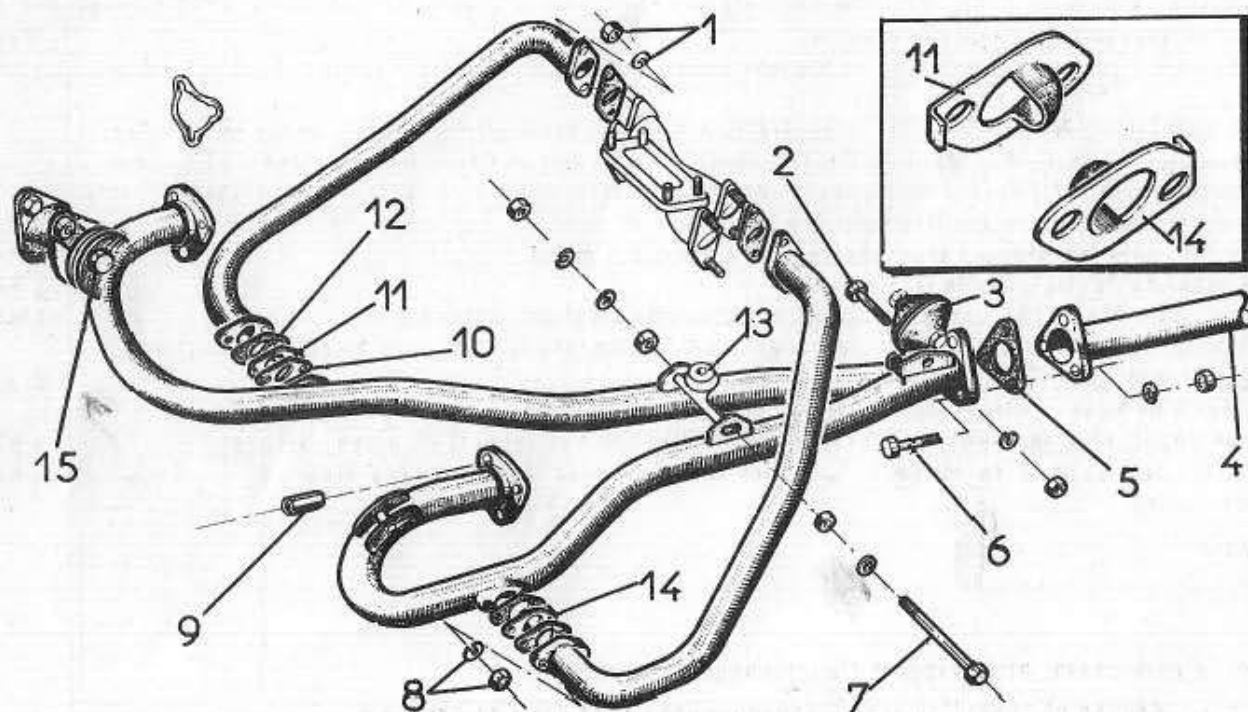

Fig. 35
- 4) Vérifier l'état des joints (3 - 5) et (2). Positionner le joint (2) sur les goujons et la tubulure centrale d'admission. Positionner le joint (5), le déflecteur (4), puis l'autre joint (3).
N.B.- La position des déflecteurs de réchauffage est définie Fig. 35. Le déflecteur (11), hauteur d'écope 29 mm, se monte côté droit, la patte repère se trouvant vers l'avant de la voiture. Le déflecteur (14) dans l'autre sens.
124 - DEPOSE et POSE de la TUBULURE d'ECHAPPEMENT (Fig.35)
10) Déposer la vis (2), rondelle et écrou fixant la tubulure d'échappement sur le bloc élastique arrière (3). Déposer la vis (7), les deux rondelles plates, les deux rondelles entretoises, la rondelle Grower et l'écrou fixant la tubulure d'échappement sur le support de groupe (13).	à pipe de 17
12) Engager la tubulure neuve, après s'être assuré du bon positionnement des deux ressorts d'appui (côté bombé vers les brides d'échappement), placer les brides sur les goujons des cylindres, poser les écrous (9) sans les bloquer. Pour faciliter le travail, maintenir les tubulures sous la voiture avec une cale ou un cric.	rallonge de 10
13) Passer sous la voiture, puis poser le joint (5), les trois vis (6) fixant le tube central de la tubulure d'échappement, les rondelles et écrous, ne pas bloquer. Poser la vis (2), rondelle et écrous fixant la tubulure d'échappement sur le bloc élastique arrière (3), ne pas bloquer. Poser la vis (7), les deux rondelles plates, les deux rondelles entretoises, la rondelle Grower et l'écrou fixant la tubulure d'échappement sur le support de groupe (13), ne pas bloquer. Serrer progressivement les écrous (9) sur chaque cylindre et bloquer dans l'ordre, les écrous (9), (6)-(2) à $5 \pm 0,5$ m/kg, et (7) à $4,5 \pm 0,5$ m/kg.	à pipe et plate de 14 à pipe de 17 à pipe de 17 dyn. avec embout de 17
14) Vérifier l'état des joints (10) des brides de tubulures de réchauffage, les poser, reposer les déflecteurs de réchauffage (11 et 14), en respectant la position indiquée Fig.35. Il est indispensable de monter le déflecteur d'entrée (11), (hauteur d'écope 29 mm), sur le côté droit, la patte-repère se trouvant vers l'avant de la voiture. Placer les deux autres joints (12), puis engager les brides de tubulures de réchauffage sur les goujons. Poser les rondelles et écrous (8), puis les bloquer progressivement à $1,5 \pm 0,5$ m/kg. Bloquer les écrous (1) sur la tubulure centrale d'admission.	dyn. avec embout de 14 à pipe de 14 plate et à pipe de 17
16) A l'aide d'un cric, soulever le moteur pour faciliter la pose des deux vis (15) et rondelles Grower fixant les tubulures d'échappement sur les blocs élastiques avant. Bloquer à 5 ± 1 m/kg.	dyn. avec fourche de 19
- Dépose - (Fig. 35 bis) Après avoir coupé le circuit électrique:
Fig. 35 bis
<p>3) Déposer le tube de réchauffage (écrous 4), les joints et le déflecteur.</p> <p>4) Déposer le bloc élastique avant (boulons 2 et 3).</p> <p>5) Déposer vis et écrous fixant la tubulure en (1 - 5 et 6).</p> <p>6) Déposer la tubulure. Pour ceci : Saisir la tubulure à l'avant et derrière la prise de réchauffage, basculer l'arrière vers le passage de roue, puis repousser vers l'avant jusqu'à dégager complètement la tubulure de la tôlerie. Coucher la tubulure vers l'extérieur de la voiture et la manoeuvrer jusqu'à passer l'embout conique derrière la tôlerie de refroidissement, le long du tirant. (Si nécessaire soulever le moteur pour permettre le passage entre la tôlerie et le tube support de proue). Incliner la tubulure vers l'arrière pour que la bride triangulaire passe sous le levier d'amortisseur. Ramener la bride d'échappement contre la patte soudée sur la tubulure et reculer celle-ci jusqu'à amener l'embout conique contre le bossage du couvercle de culbuteur. Dégager la tubulure par le bas, tout en relevant l'arrière.</p> <p>7) Vérifier l'état des joints (7) et (8), du déflecteur (9) ou (10) et du ressort d'appui (11).</p> <p>— Pose —</p> <p>8) Engager la tubulure sous le tube support de proue en soulevant l'arrière pour le faire passer entre la transmission et le ressort supérieur. Pour terminer la mise en place de la tubulure, procéder comme pour la dépose, mais en inversant l'ordre des opérations.</p> <p>9) S'assurer du bon positionnement du ressort d'appui (côté bombé vers la bride d'échappement). Placer la bride d'échappement sur les goujons du cylindre en maintenant, à l'autre extrémité de la tubulure, l'alignement entre les deux brides triangulaires.</p> <p>10) Faire prendre les écrous (1) de quelques filets, interposer le joint (7), et poser les vis et écrous fixant la tubulure en (6) sans bloquer.</p> <p>11) Poser le tube de réchauffage (écrous 4) sans bloquer.</p> <p>Remarque - Attention à la position du déflecteur (voir Fig. 35 bis). Le déflecteur est intercalé entre deux joints (8).</p> <p>12) Poser le bloc élastique avant (boulons 2 et 3). Ne pas bloquer les écrous . (Si nécessaire, modifier la position du moteur par le cric).</p> <p>13) Bloquer dans l'ordre les écrous (1), les boulons (2 - 3 et 4). Retirer le cric.</p> <p>14) Poser et bloquer la vis (5). Bloquer les boulons (6). Rétablir le circuit électrique. Procéder à un essai moteur pour vérifier s'il n'y a pas de fuites.</p> <p>15) Poser les quatre vis du pare-chocs et les tubes de chauffage-dégivrage.</p> <p>16) Régler la position du pare-chocs et vérifier si les pastilles de repos du capot sont bien en contact avec le pare-chocs (voir M.R. 820).</p>	<p>plate et à pipe de 14 plate et à pipe de 17 clé Wilmonda DIT à pipe de 17 plate et à pipe de 14</p> <p>Wilmonda DIT - plate et à pipe de 14 plate et à pipe de 14 plate et à pipe de 14</p> <p>Wilmonda DIT - plate et à pipe de 17 et 14 plate et à pipe de 14</p>